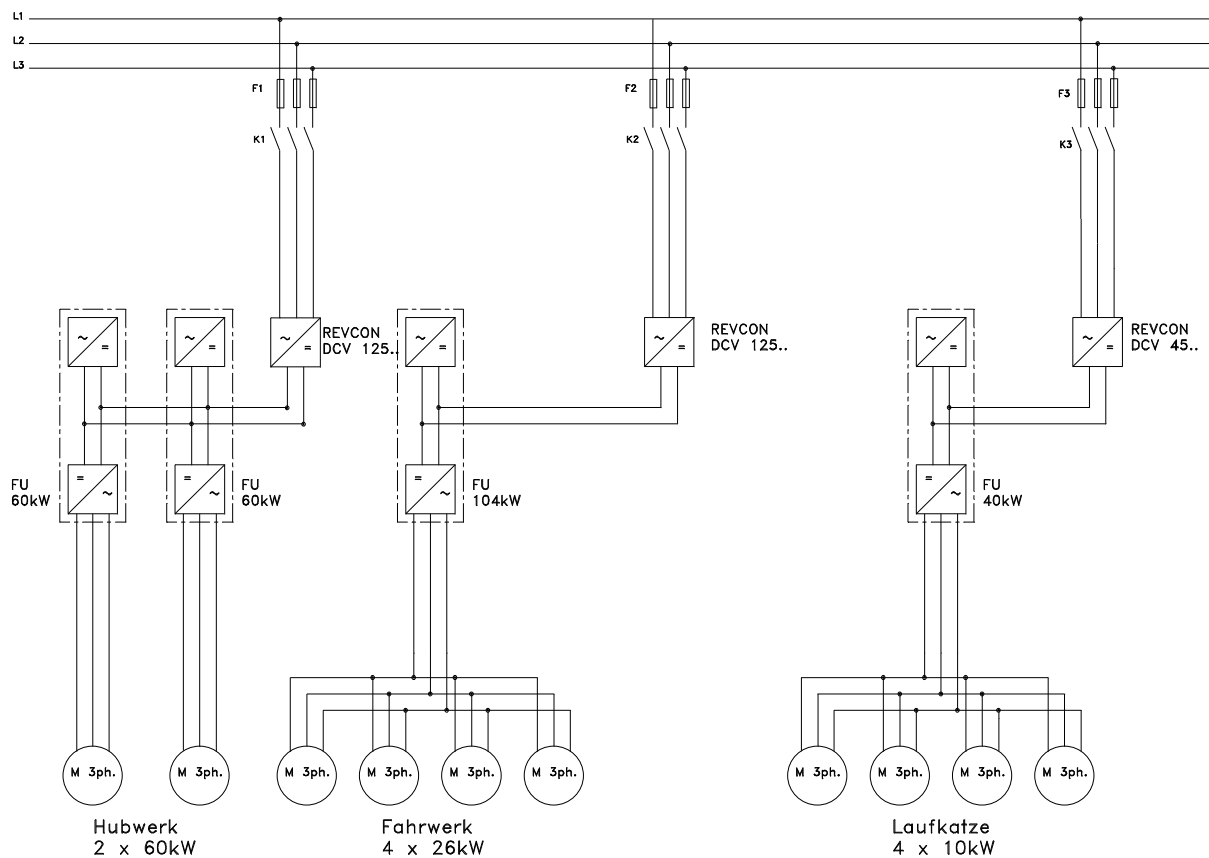

Abbildung 4.5.1
5. An dieser Stelle ist der Anschluss eines oder mehrerer Antriebsregler möglich (auch unterschiedliche Leistungen), wie es auch im Anwendungsbeispiel in Abbildung 4.5.1 dargestellt ist. Auch beim Anschluss mehrerer Antriebsregler müssen die DC-Verbindungsleitungen so **kurz und induktionsarm wie möglich** sein!
Abbildung 4.5.1 zeigt am Beispiel einer Krananlage einige mögliche Kombinationen von Antriebsreglern, Antrieben und Ein- und Rückspeiseeinheiten. Der Betrieb mehrerer Antriebsregler an einem gemeinsamen Gleichspannungszwischenkreis ermöglicht es, die Anzahl der Ein- und Rückspeiseeinheiten zu reduzieren. Dabei ist es auch realisierbar, mehrere Antriebe an einem Antriebsregler zu betreiben, da sie sich von der Gleichspannungsseite her gesehen (und damit für das REVCON®-Gerät) wie ein größerer Motor verhalten. Wichtig bei der Dimensionierung einer solchen Anordnung ist die Auslegung für den ungünstigsten Fall: Die maximale Rückspeiseleistung der REVCON®-Geräte muss größer oder zumindest gleich der Summe der Bremsleistungen aller angeschlossenen Antriebe sein. Entsprechendes gilt für den antreibenden Betrieb.